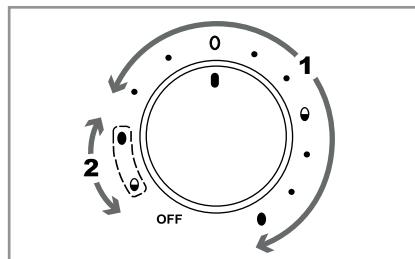

Fig. 1
- 1) Girare la manopola ⑨ nella posizione corrispondente al grado di durezza desiderato delle uova. Utilizzare il campo di regolazione "1" (vedere fig. 1) con i simboli e i punti che li precedono:
Per il primo processo di cottura si applica il campo di regolazione "1" con i simboli e i punti che li precedono. Per il secondo processo di cottura si applica il campo di regolazione "2" con i simboli circondati da una linea tratteggiata (vedere fig. 1).
- 2) Girare la manopola **9** nella posizione corrispondente al minore grado di durezza desiderato (si applica il campo di regolazione "1", vedere fig. 1). La spia di controllo **10** si accende e il processo di cottura ha inizio.
- 5) Ricollocare il coperchio **3** e girare la manopola **9** nella posizione all'altezza dei simboli circondati da una linea tratteggiata (campo di regolazione "2", vedere fig. 1), i quali corrispondono al grado di durezza desiderato delle uova rimaste nell'apparecchio: